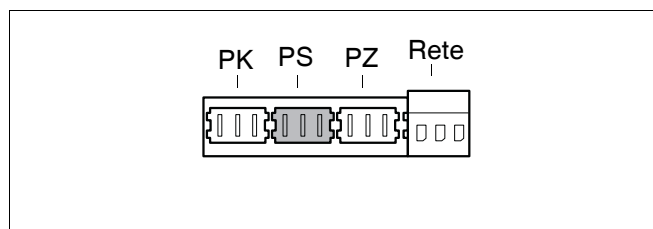

Fig. 36 Morsetteria - Pompa di carico accumulatore 230 V (collegamento colore grigio).
- Collegare la pompa di carico accumulatore al morsetto grigio PS (fig. 36). Corrente assorbita massima ammessa della pompa = 250 W.